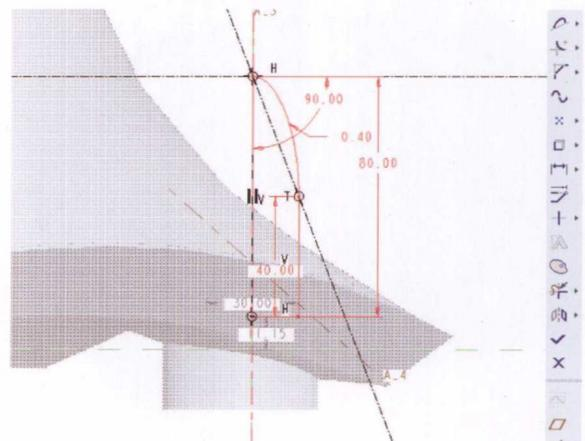

图1-51
(34) 激活组件YINXIANG.ASM，在菜单栏选择“插入”→“元件”→“创建”命令，创建新的零件“xuanniu.prt”。创建好后激活“xuanniu.prt”零件，选择旋转工具，以DTM1基准平面为草绘平面，对齐“zhuoke.prt”零件的最后开的圆孔位置绘制一个直径略小的柱形旋钮。绘制时使用锥形弧工具，将锥形弧的曲率设置为0.4，将锥形弧角度值设置为90°。草绘参见图1-51。